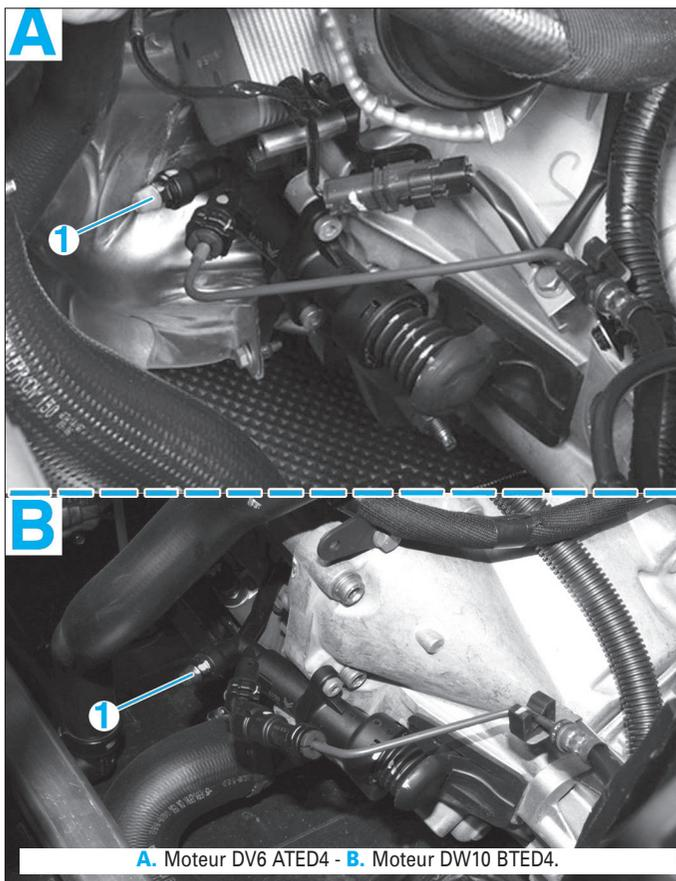

Fig. 13
- Déposer le bouchon de protection de l'orifice de purge (1) (Fig.13).
- Accoupler un tuyau transparent sur l'orifice de purge (1).
- Ouvrir la vis de purge (1) d'un demi-tour (sens antihoraire).
- Fermer la vis de purge (1) (sens horaire).
- Reposer le bouchon de protection sur l'orifice de purge (1).